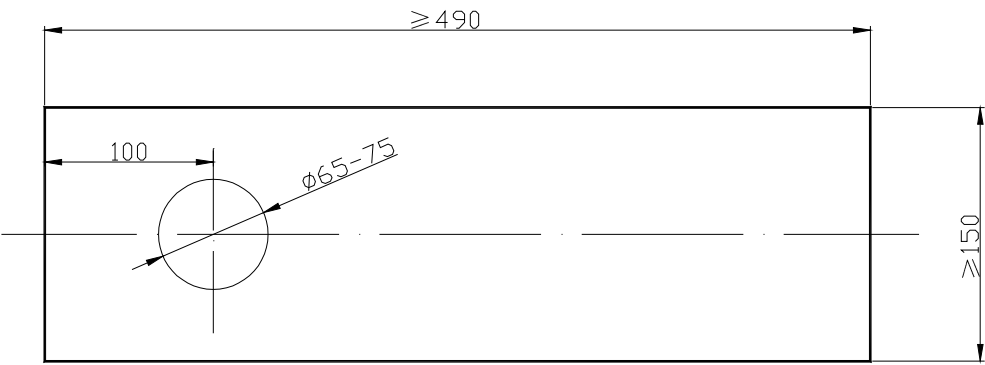

图 3 安装工作台尺寸
3.1.1 硬度计应安装在无震动的环境中，水平安放在稳定的工作台上，其水平度不超过 1mm/m,同时在工作台适当位置开一个直径 65~75mm 的孔，用作丝升降（图 3）